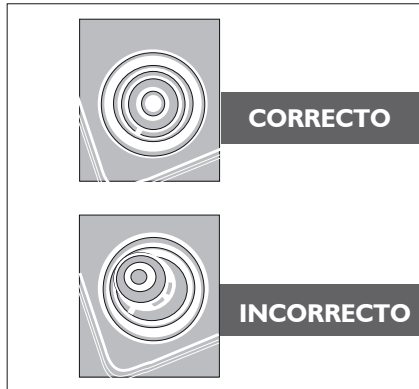

Figura 17
- Antes de iniciar el correcto funcionamiento de los quemadores en el primer uso y cada vez que haga limpieza, verifique que la tapa de los quemadores esté centrada sobre el mismo (Ver figura 17).